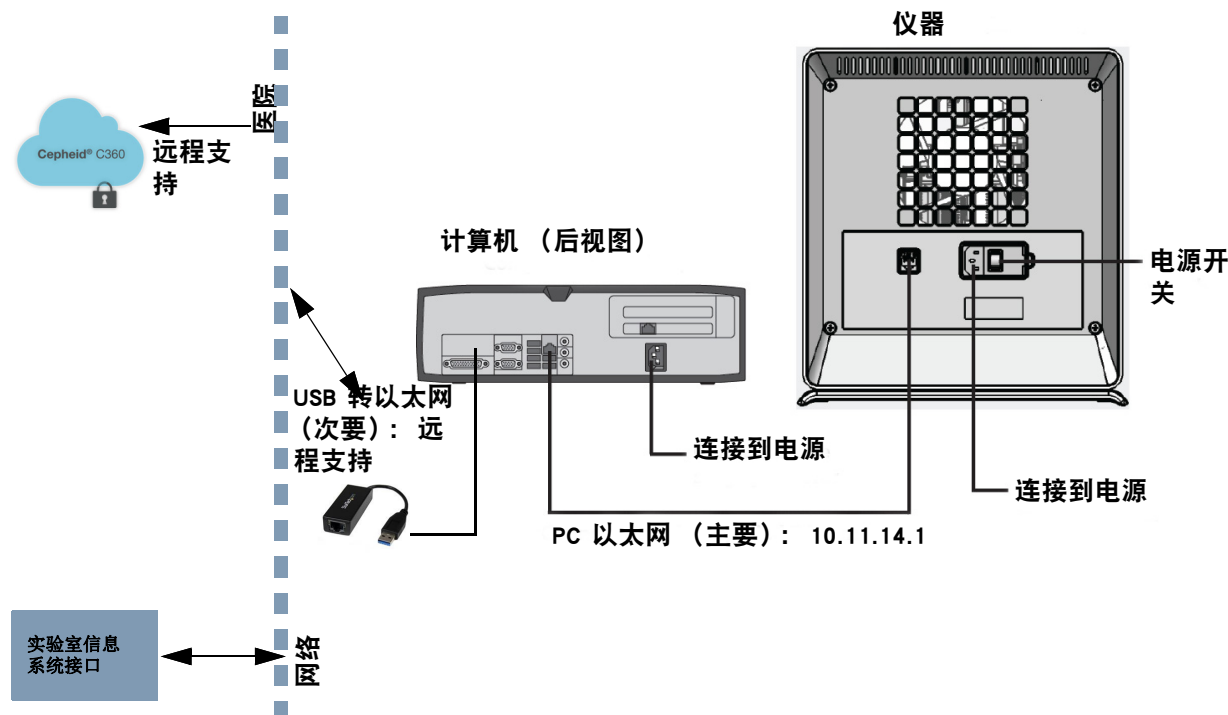
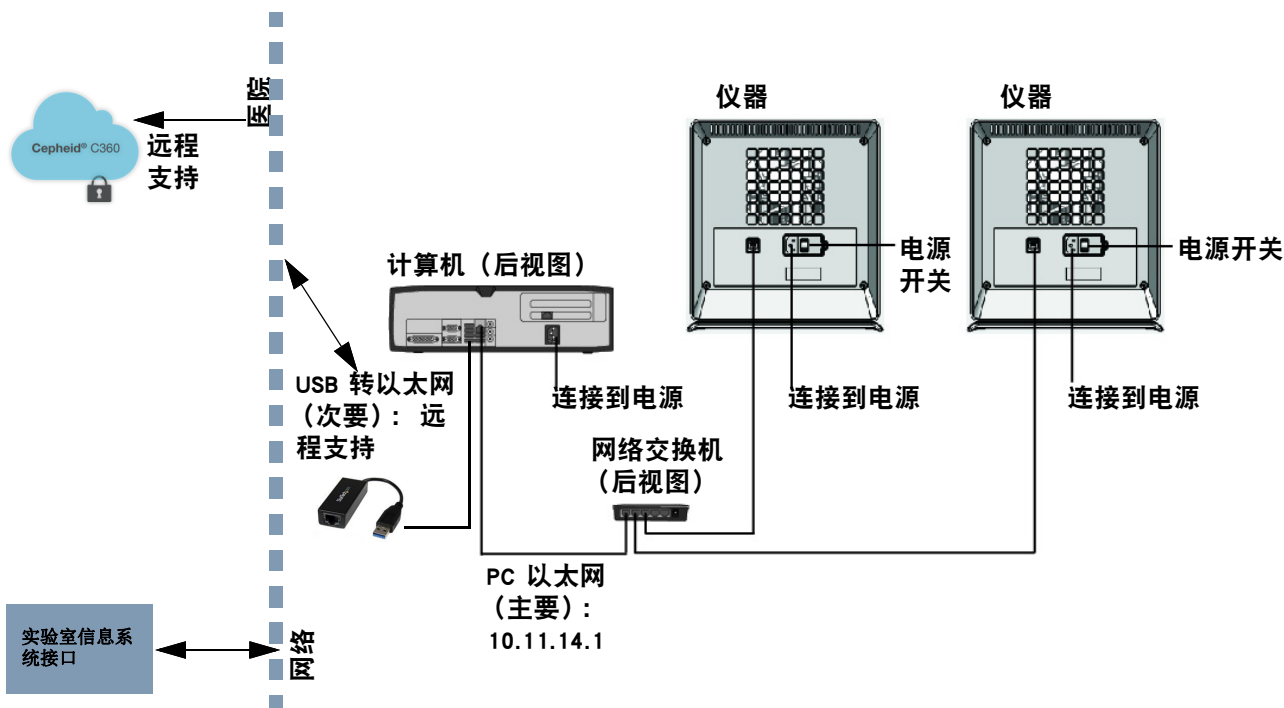

图 2-11. 将 GX-IV 仪器连接到 C360
图 2-12. 将多台 GX-IV 仪器连接到 C360
3. 确认从计算机到仪器的主要以太网连接（请参阅 图 2-11）或网络交换机（用于多种仪器，如 图 2-12 所示）使用 IP 地址 10.11.14.1。